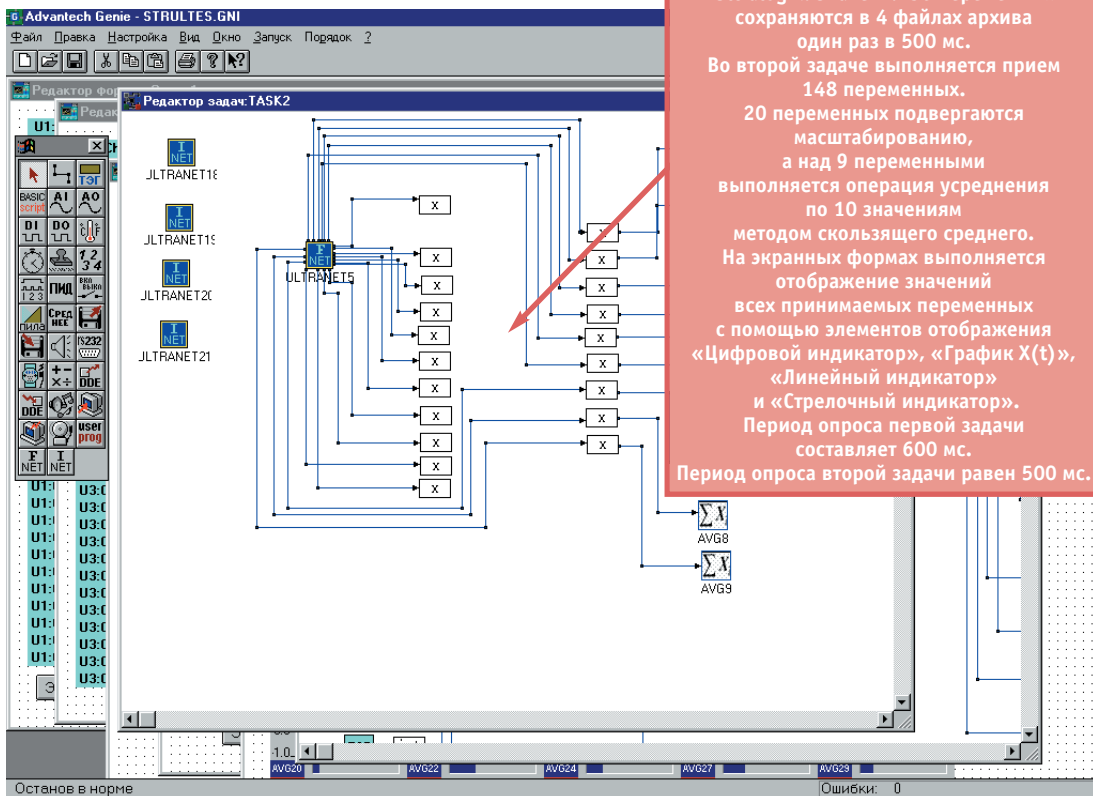

Рис. 12. Пример связи стратегии GENIE 3.0 с контроллерами, запрограммированными на UltraLogik. В стратегии выполняется прием 615 переменных
- Разработка драйверов в виде библиотек динамической компоновки, включаемых в набор инструментов Редактора задач в качестве библиотечных блоков пользователя (User Defined DLL). Пример использования библиотечных блоков пользователя для связи между сетями IBM PC совместимых контроллеров ADAM-5510 (Advantech) и MicroPC (Octagon Systems), программное обеспечение которых разрабатывается на языке UltraLogik, приведен на рис. 12.